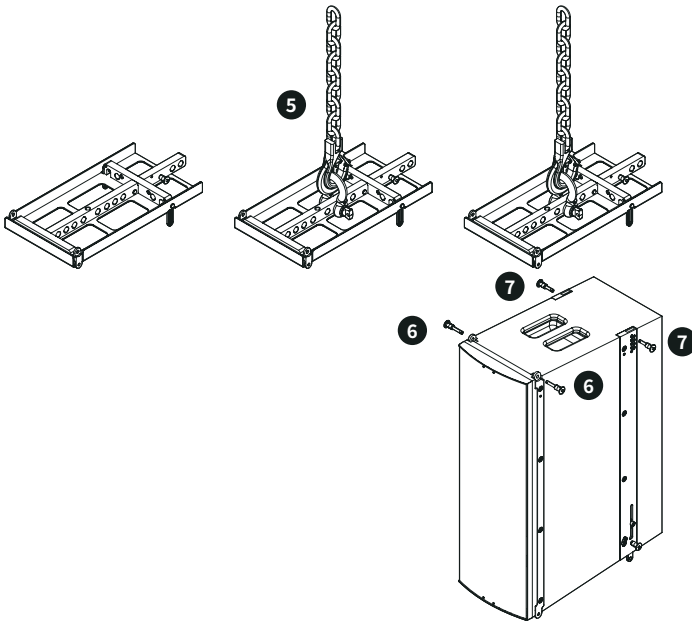

Abbildung 16. Montage des M-F3A FS Subwoofers am M-F3A FS BF Bumper Frame.
5. Befestigen Sie die Hebekette mit geeigneten Schäkeln an dem/den gewünschten Montagepunkt(en) des M-F3A FS BF Bumper Frames. Siehe Abbildung 16.
7. Verriegeln Sie die hinteren ausfahrbaren Schienen des M-3A FS BF Bumper Frame mit den oberen Sicherheitsstiften an der Oberseite des Subwoofers. Siehe Abbildung 16.